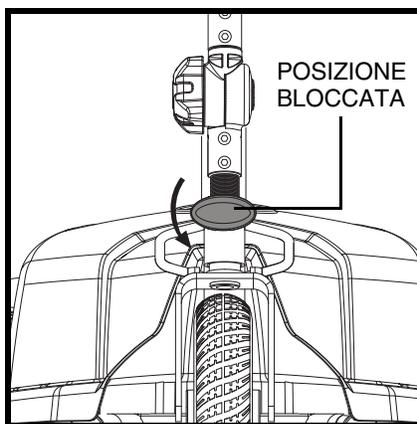

Figura 23. Bloccasterzo (Sbloccato)
9. Sbloccare la ruota anteriore ruotando il manubrio di 90° in senso antiorario. **Vedere figura 23.**